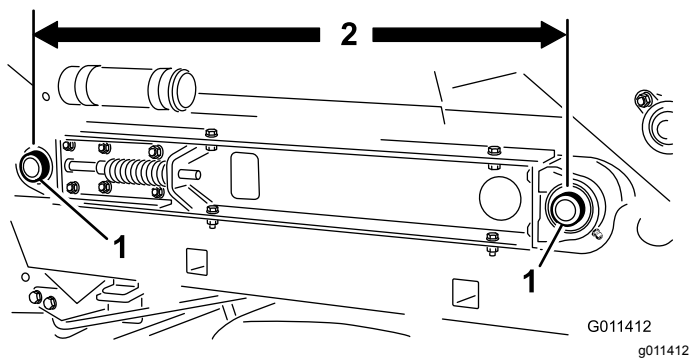

图27
3. 检查并确保机器两侧输送带滚筒轴图27之间的中心距离是相同的——约为 89.5cm。